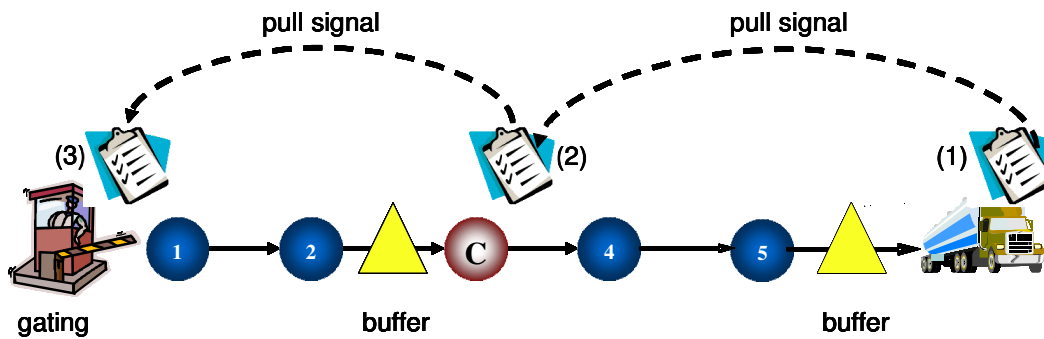

Figura 2
In figura 2 è riportato lo schema di funzionamento del SFM applicato ad un processo manifatturiero, che in logica pull è da leggersi da destra verso sinistra risalendo il flusso dalla spedizione verso il rilascio dei materiali alla produzione. Il prodotto è realizzato con cinque operazioni in sequenza lineare rappresentate dai pallini blu, di cui la terza avviene su una risorsa collo di bottiglia (C). Il mercato richiede determinate consegne, che si traducono in un piano di spedizioni (1). Queste risalgono la corrente con un segnale *pull* fino al collo di bottiglia, schedato – lui solo! - a capacità finita per rispettare il piano consegne. La schedulazione del collo di bottiglia (2) diventa il pacemaker⁶ di tutto il processo; infatti da qui si genera un nuovo segnale *pull* che risale il flusso fino al punto di rilascio dei materiali (3). Qui avviene il gating, cioè si regola l'ingresso dei materiali per assecondare la schedulazione (2) del collo di bottiglia, aprendo il cancello in modo che sia mantenuto costante il livello di WIP all'interno della filiera. I rilasci sono calcolati in modo che i materiali abbiano il tempo di ricevere le operazioni di trasformazione e vi sia un margine di sicurezza – il time buffer, eccolo qua finalmente! – che protegga la schedulazione del collo di bottiglia e la spedizione dalla variabilità che si potrebbe manifestare lungo il percorso.⁷